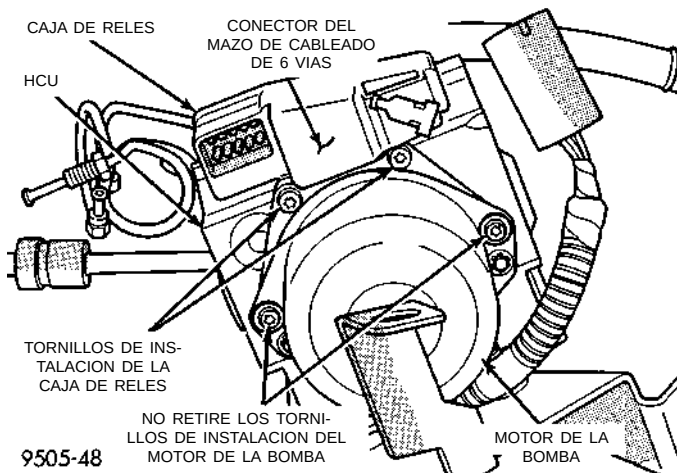

Fig. 24 Tornillos de instalación de la caja de relés a la HCU
(1) Desconecte el cable negativo (masa) de la batería y aislélo.
(2) Retire la HCU del vehículo. Para informarse sobre el procedimiento de desmontaje de la HCU requerido, consulte Unidad hidráulica de control en Desmontaje e instalación de la sección Sistema de frenos antibloqueo, en este grupo del manual de servicio.
(3) Desacople el conector del mazo de cableado de 6 vías (Fig. 24) de la caja de relés.
(4) Retire los 2 tornillos (Fig. 24) que fijan el conjunto de la caja de relés a la HCU. **Retire únicamente los 2 tornillos que fijan la caja de relés a la HCU. No retire los tornillos de instalación del motor de la bomba (Fig. 24).**
(2) Coloque la caja de relés en la HCU y alinee cuidadosamente los terminales en la caja de relés con los terminales en el motor de la bomba.
(3) Tome con fuerza la caja de relés con ambas manos. Luego, sin torcerla o sacudirla, presione la caja de relés sobre el conector eléctrico del motor de la bomba con la mano, hasta donde sea posible.
(4) Instale y apriete firmemente los 2 tornillos (Fig. 24) que fijan el conjunto de la caja de relés a la HCU.
(5) Vuelva a conectar el conector de 6 vías en la caja de relés.
(6) Vuelva a instalar la HCU en el vehículo. Para informarse sobre el procedimiento de instalación de la HCU requerido, consulte Unidad hidráulica de control en Desmontaje e instalación de la sección Sis-